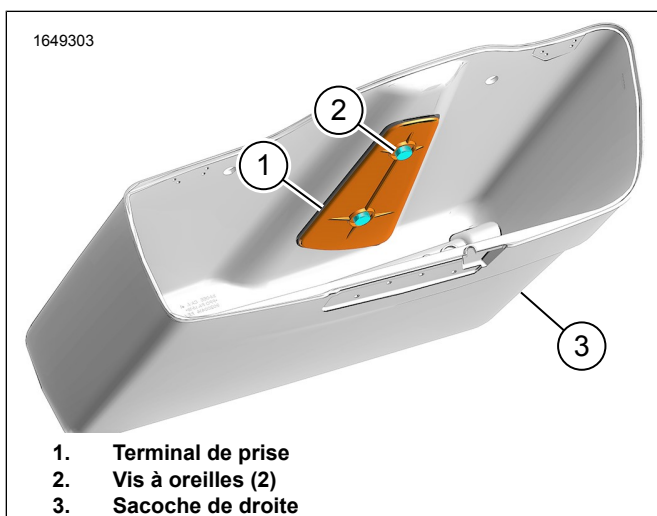

Figure 21. Terminal de prise
4. Voir la Figure 21. Positionnez le terminal de prise (1) sur l'enjoliveur intérieur.
5. Installez les vis à oreilles (2). Serrer.